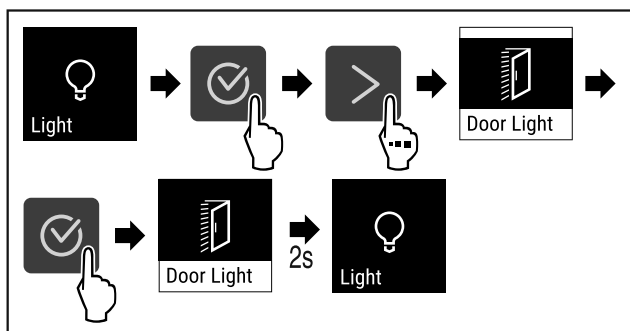

Fig. 69
▶ Handlungsschritte (siehe Fig. 69) durchführen.